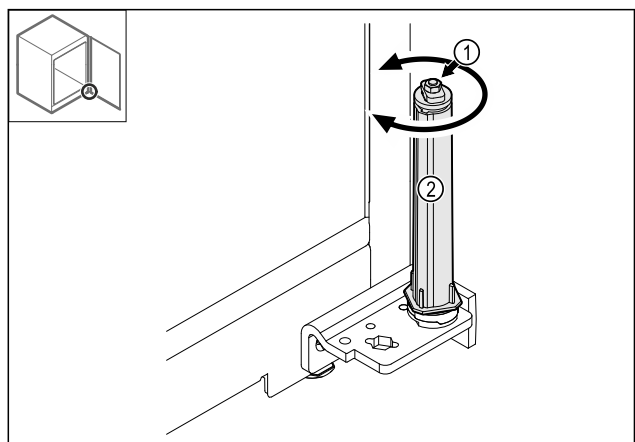

Fig. 40
- ▶ Ne szerelje szét a zárórendszer csavarkötését Fig. 40 (1).
- ▶ Forgassa el a zárórendszert Fig. 40 (2), amíg az be nem kattann.